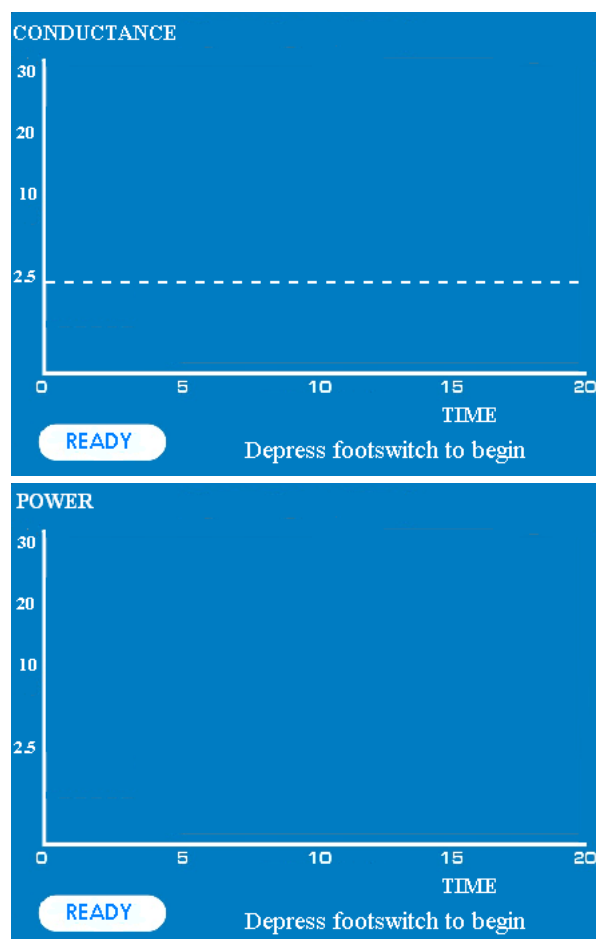

Figura 9: Gráfico de condutância de tecidos (pinças Synergy) e gráfico de potência (canetas Isolator) a indicar o modo READY
11. Rode o interruptor seletor da ASB para seleccionar o dispositivo manual pretendido. Um LED verde sobre a tomada do dispositivo manual indica o dispositivo manual ou o respetivo modo seleccionado para ativação. O gerador passa para o modo READY (consulte a **Figura 9**). O ecrã de visualização e o indicador READY iluminado a verde mostram que o dispositivo está no modo READY.